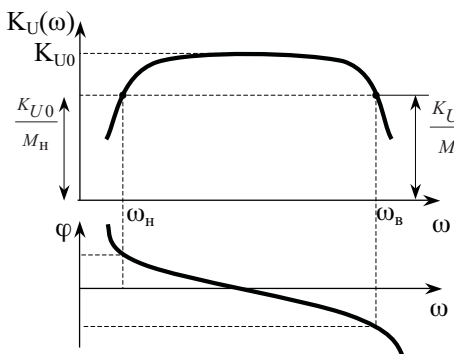

Рис. 4. Амплитудно-частотная и фазочастотная характеристики
$K_U(\omega) = |\dot{K}_U(j\omega)|$ от частоты f или $\omega = 2\pi f$ (см. рис. 4);
3) *фазочастотная характеристика (ФЧХ)*, зачастую именуемая просто *фазовой характеристикой*, представляет собой зависимость угла сдвига по фазе выходного сигнала относительно выходного φ от частоты ω (рис. 4);